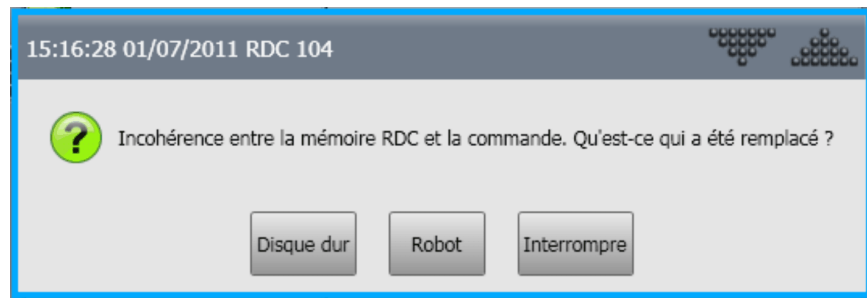

Fig. 5-2: Incohérence entre la mémoire RDC et la commande
4. La question suivante est affichée : **Incohérence entre la mémoire RDC et la commande. Qu'est-ce qui a été remplacé ?** (>>> Fig. 5-2)